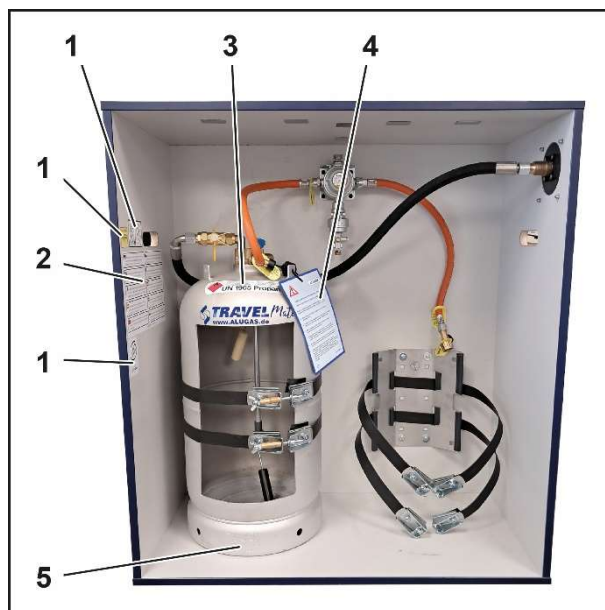

Bild 5
1. Varningsdekal på gasolboxen (Bild 5/1)
2. Dekal på flera språk (Bild 5/2)
3. Varningsinformation Observera antändlig (Bild 5/3) på tryckkärlets axel
4. Varningsinformation koppling (Bild 5/4)
5. Markering vid flaskans botten (Bild 5/5).